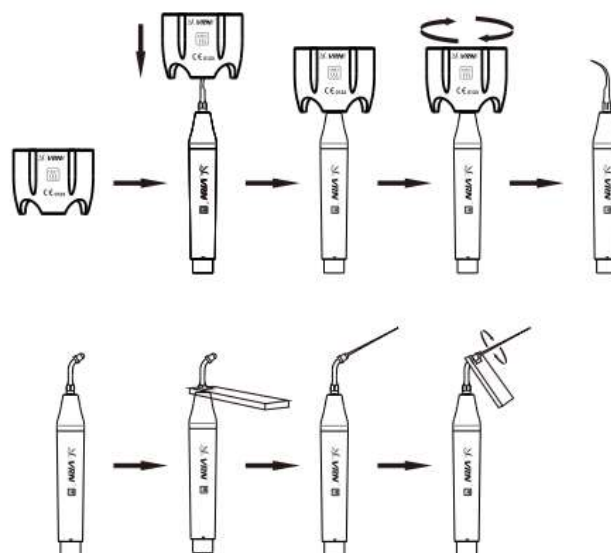

Рисунок 6. Схема установки и съема насадки
#### Этапы работы (см. рис. 6):
- 5) С помощью динамометрического ключа закрепите рабочую насадку на наконечнике (как показано на рис. 6), затем правильно подсоедините наконечник к его хвостовому разъему. Перед установкой наконечника убедитесь, что он, шнур и разъем сухие; в противном случае высушите перед установкой.
- 1) С помощью эндометрического ключа закрепите держатель файла на наконечнике (как показано на рис. 6).